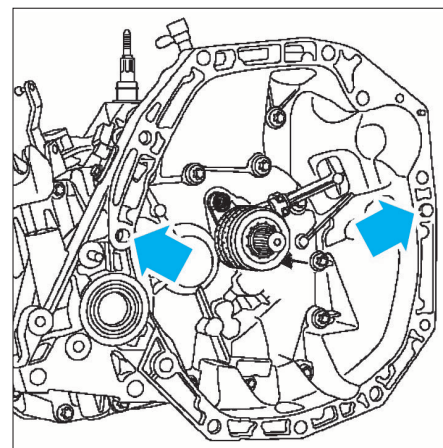

FIG. 9
- s'assurer du centrage du disque d'embrayage si celui-ci a été déposé, de l'état du cylindre récepteur et de la présence des douilles de centrage de la boîte sur le carter d'embrayage (Fig.9).